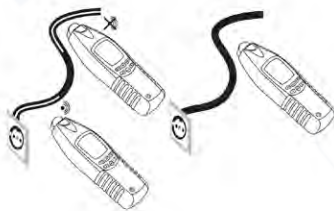

Рис. 18
- b. Подключите передатчик к исследуемому проводнику как показано на рис. 18. Провод, подключённый к гнезду «COM» передатчика должен находится на расстоянии более 2 метров от исследуемого проводника (превышающем глубину обнаружения провода).
- c. Поднесите измерительный наконечник приёмника к исследуемой цепи (рис. 18).